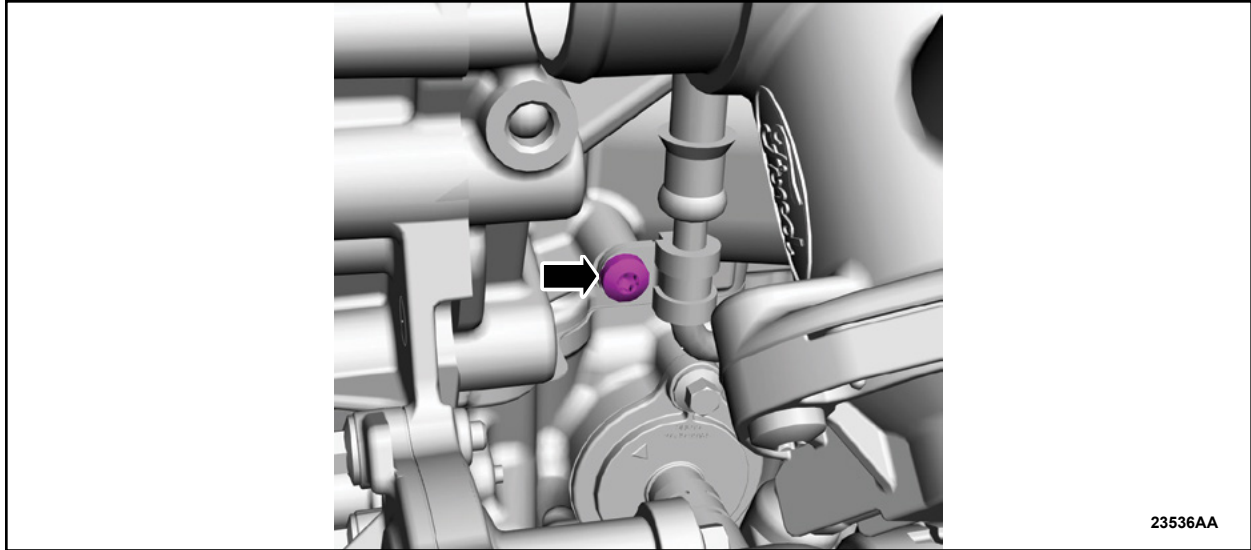

**FIGURE 30**
37. Tighten the bolt. See Figure 30.